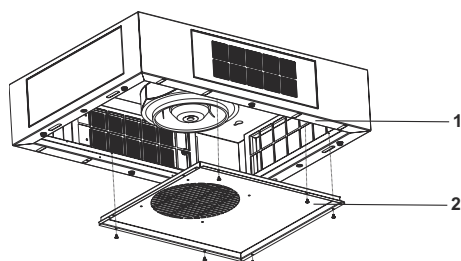

Fig. 13
5. Fastmonter låget til motorkabinettet med medfølgende skruer (Fig. 13).